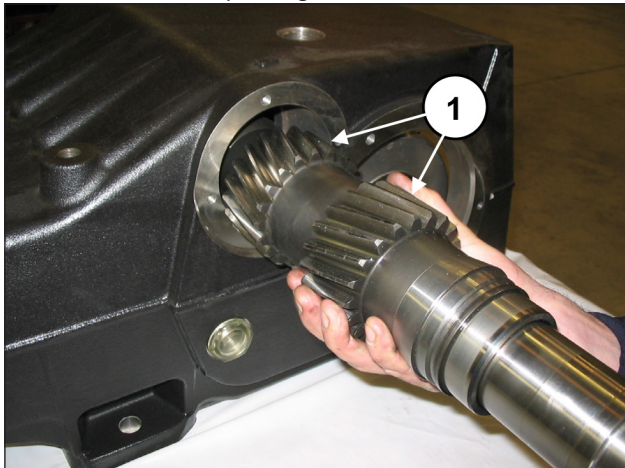

Fig. 56
Insérer l'arbre PTO prémonté dans le carter (rep. ①, Fig. 56) en le faisant passer du côté opposé de celui où ont été prémontées la bague extérieure du coussinet et la douille de lubrification des coussinets.
Insérer l'arbre PTO dans le carter de sorte que les dents soient tournées comme le montre la Fig. 56.